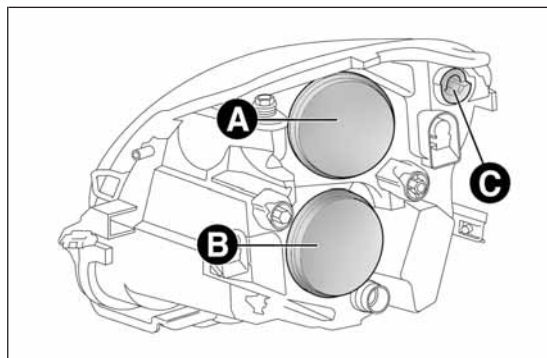

fig. 134
Contienen las lámparas de las luces de posición/luces diurnas (DRL), de cruce, de carretera y de los intermitentes. La ubicación de las lámparas es la siguiente fig. 134:
- ☐ quitar la tapa A fig. 134;
- ☐ volver a instalar la tapa A fig. 134.
- ☐ quitar la tapa B fig. 134;
- ☐ volver a instalar la tapa B fig. 134.